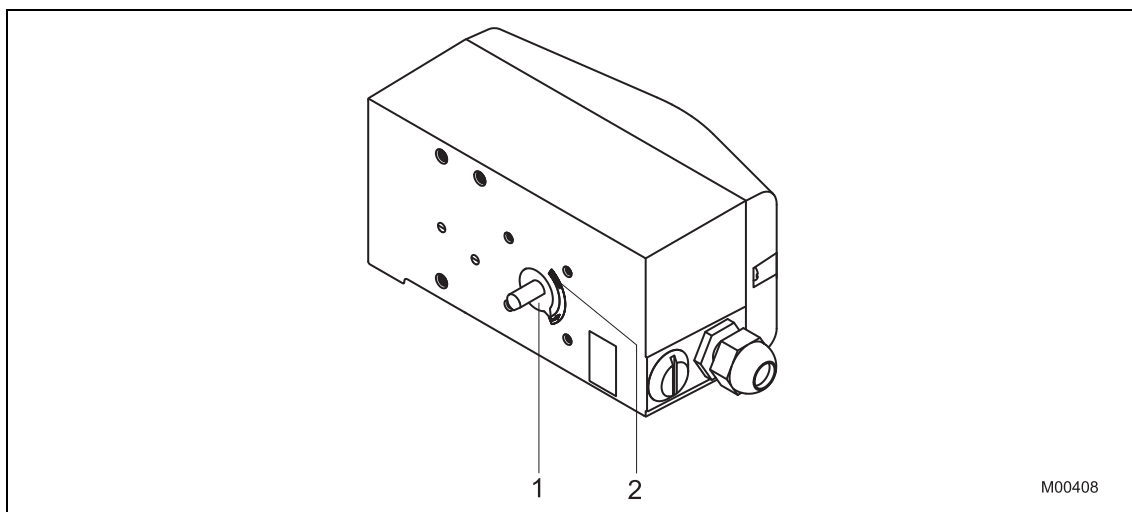

Fig 2: Arbejdsområde
- Afgør på baggrund af monteringspositionen samt motorens grundposition og omdrejningsretning, i hvilken stilling akslen (1) til positioneren skal forudindstilles manuelt og i hvilken position adapteren (2) skal sættes på, for at positioneren kan arbejde inden for arbejdsområdet (pilen på bagsiden af apparatet skal bevæge sig inden for det tilladte område, se Fig 2)
- Sæt adapteren i den egnede position på akslen og fikser den med gevindstifter (3); i den forbindelse skal én af gevindstifterne være fikseret sikkert mod fordrejning på akslens affladning